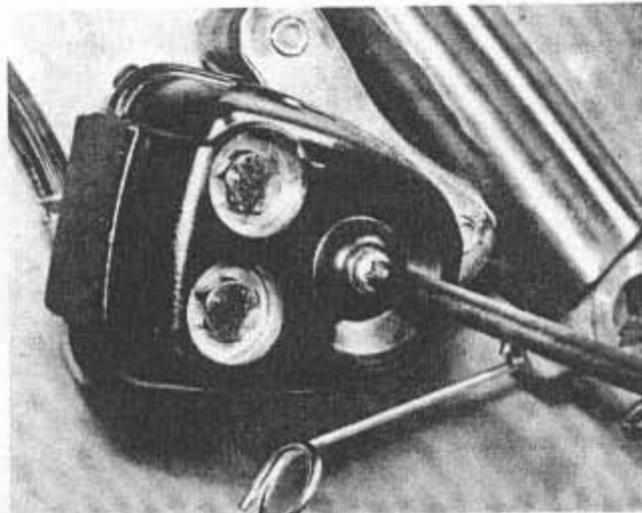
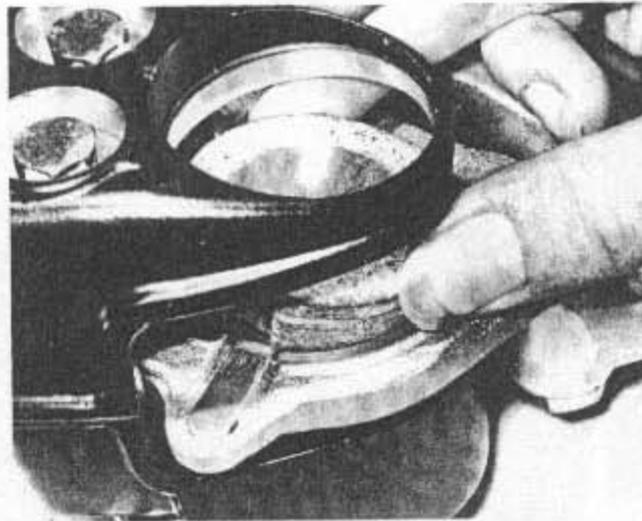

Bild 251
Bild 253
- Von der inneren Seite der Bremszange entferne man die einzelne Schraube sowie den seltsam geformten Abschlussdeckel (Bild 251). Der innere Bremsbelag ist nun frei und lässt sich gegen die Mitte der Bremszange herausstossen und abheben (Bild 252). Der äussere Bremsbelag, welcher sich gegen den Kolben abstützt, ist nicht fixiert und lässt sich leicht herausheben (Bild 253).